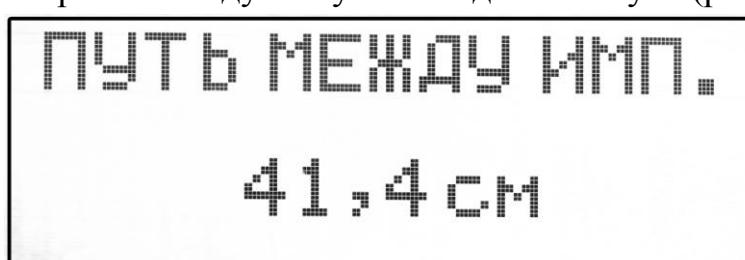

Рисунок 16
- изменения интервала между импульсами датчика пути (рисунок 16);